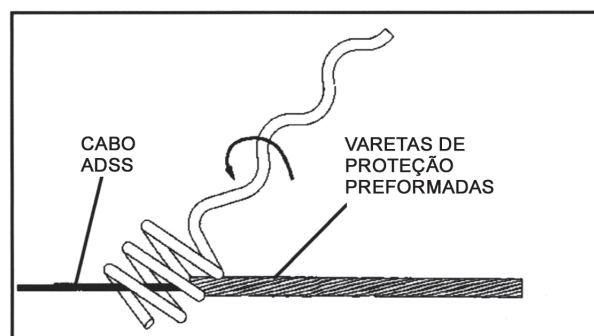

FIGURA 1 – GIRAR O ATENUADOR DE EFEITO CORONA
2.01 Deslize a abertura da seção de atenuação do efeito corona no cabo ADSS como é mostrado na figura 1, e gire o espiral até que o cabo esteja completamente dentro da seção de atenuação do efeito corona.